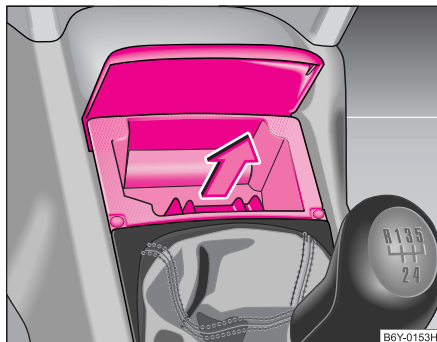

Abb. 69 Mittelkonsole:
- Ascherdeckel aufklappen und Aschereinsatz nach oben in Pfeilrichtung herausnehmen ⇒ Abb. 69.